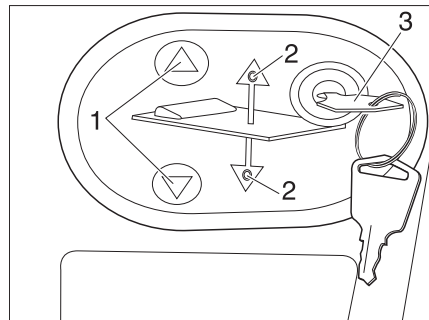

Fig. 125 Panel de mando de la cama elevada eléctrica
- Introducir la llave (Fig. 125, 3) en el panel de mando (Fig. 125, 2).
- Pulsar y mantener pulsada la tecla  o  (Fig. 125, 1). El LED correspondiente (Fig. 125, 2) se enciende y la cama elevada se baja o se levanta.
- Cuando se alcanza la posición deseada, soltar la tecla  o  (Fig. 125, 1). El LED correspondiente (Fig. 125, 2) se apaga.
- Extraer la llave (Fig. 125, 3).